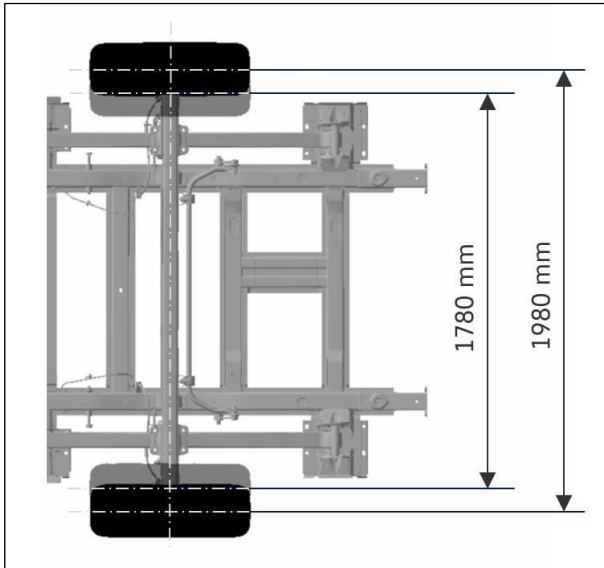

Fig. 3: tipo di asse posteriore con carreggiata normale e larga
- Versione dell'asse posteriore: carreggiata normale (1780 mm) o carreggiata larga (1980 mm) (si veda fig. 3)